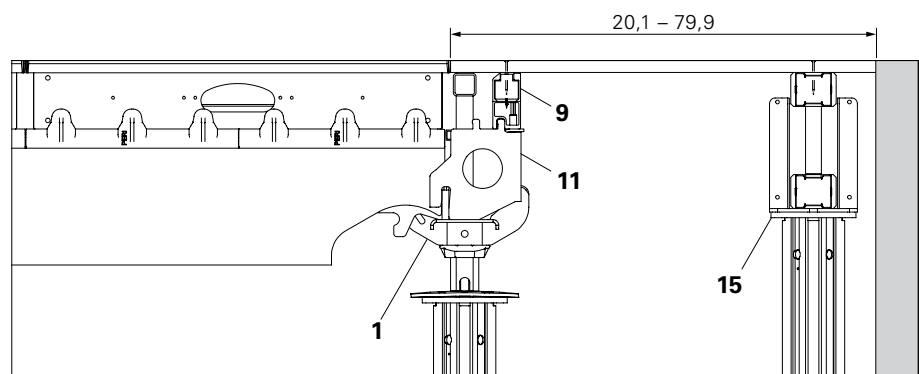
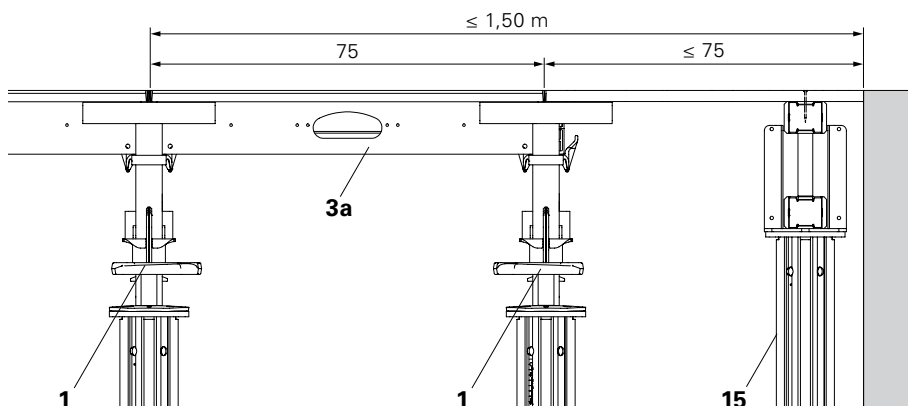
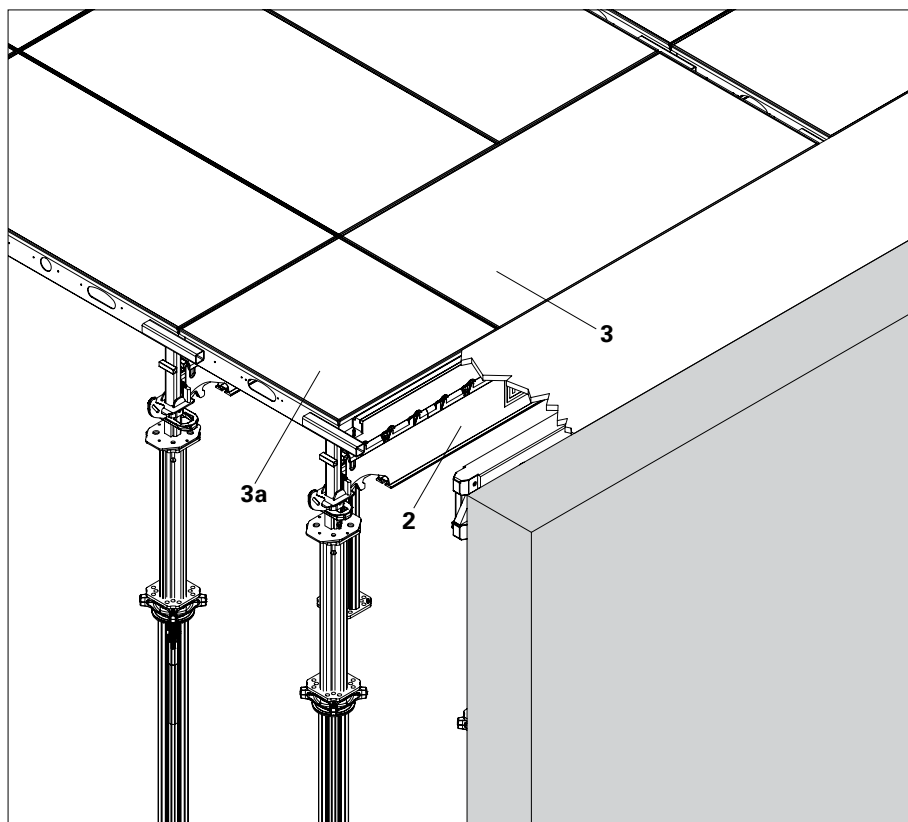
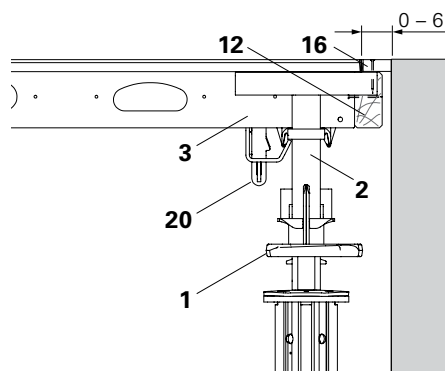

Fig. A5.28
Fig. A5.31
Fig. A5.32
Fig. A5.33
1. Colocar a viga principal no cabeçal de caída SFK (1) (Fig. A5.31), cabeçal de borde SCK (7) rodado 180° (Fig. A5.32) ou o cabeçal de apoio SSK (6) (Fig. A5.33).
2. Montar o suporte de extremidade (11) e a viga de extremidade (9).
3. Posicionar o prumo adicional com cabeçal e viga de cofragem (15).
4. Colocar o forro e fixar em posição com pregos. (Fig. A5.28 – A5.30)
1. Continuar a cofragem com o prumo, viga principal SLT 225 (2) e painel (3) posicionado transversalmente. Fechar o espaço até ao próximo cabeçal de apoio com o painel SDP 75 x 75 (3a). (Fig. A5.31 + A5.32)
1. Colocar o painel SDP (3) sobre a viga principal SLT (2) e fixar com o clip para painel (20). (Fig. A5.33 - A5.35)